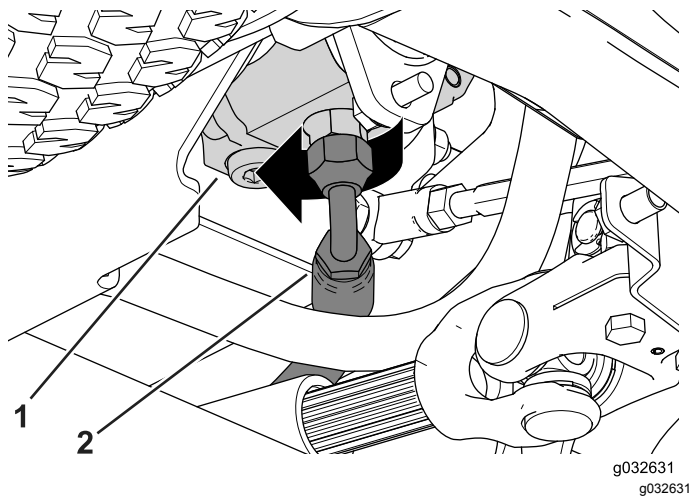

Figure 80
1. Au niveau de la pompe à engrenages, desserrez le raccord du flexible d'alimentation et tournez-le vers l'avant de la machine (Figure 80).